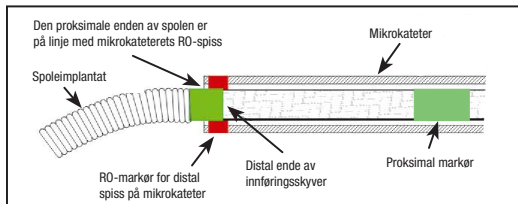

Figur 3 – Trekk i krympelåsen proximalt
16. Hold enheten like distalt for krympelåsen, og trekk i krympelåsen proximalt for å eksponere tappen på innføringshylsen. Se figur 3.